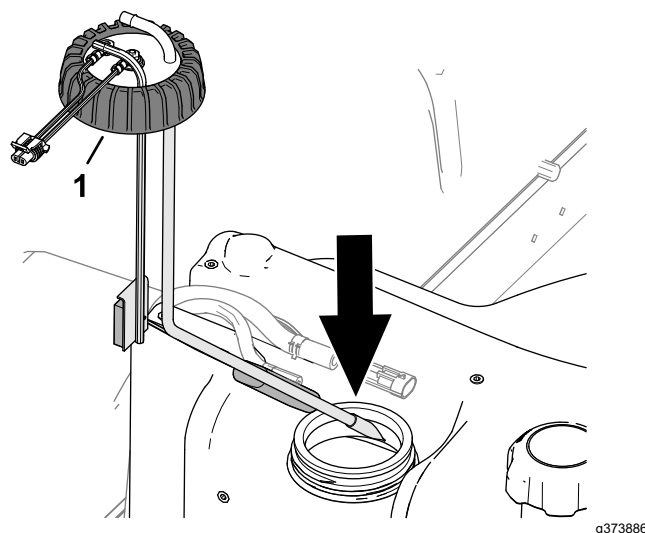

Рисунок 90
2. Осторожно установите топливозаборную трубу и поплавок в топливный бак (Рисунок 90).